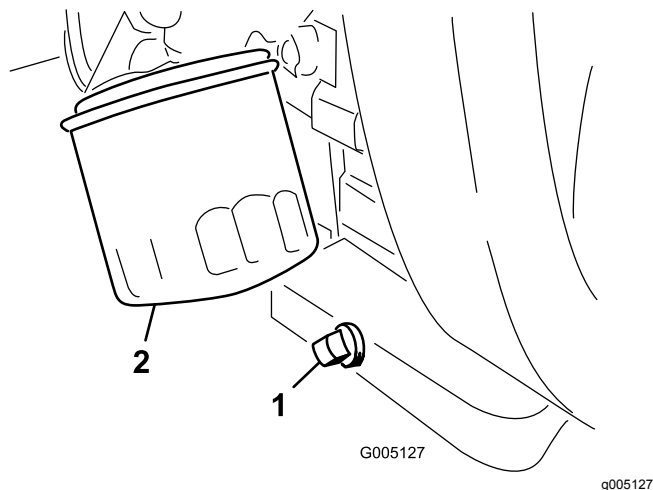

图39
1. 拆下排油塞 图39 让油流入放油盘。
2. 清洁排油塞的螺纹施用聚四氟乙烯密封材料然后安装排油塞 图39。
3. 拆下机油滤清器 图39。